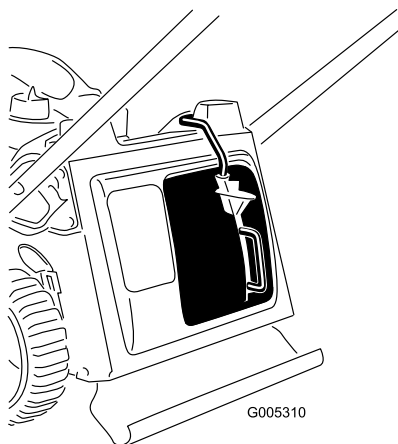

Figure 9
3. Relâchez le bouton sur le levier et vérifiez que le haut du levier est bien au fond du logement du contacteur (Figure 9). **La tondeuse ne pourra pas démarrer si ce n'est pas le cas!**